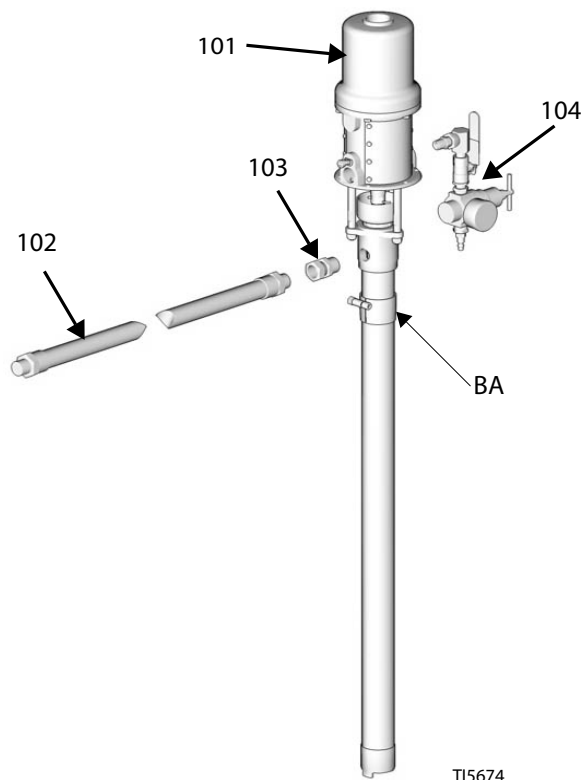

Рис. 2. Насос подачи
- a. См. Рис. 2. Установите насос подачи (101) в бочку и закрепите его переходником для шпунта (BA).
- b. Установите комплект управления подачей воздуха (104).
- c. Винтите вертлюжное соединение (103) в выпускное отверстие для жидкости на насосе. Подсоедините шланг (102) к вертлюгу. Подсоедините другой конец шланга к дозатору.